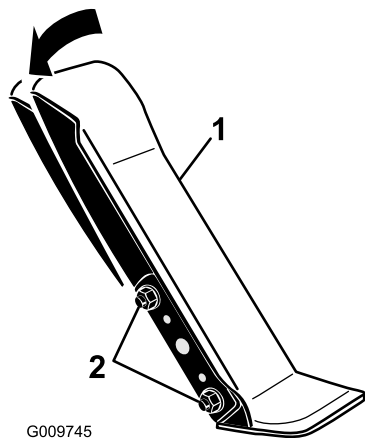

Bild 90
1. Lösen Sie die zwei Muttern und Schrauben, mit denen die linke Seite des Fahrpedals an der Halterung befestigt ist (Bild 90).
2. Drehen Sie das Pedal auf den gewünschten Winkel und ziehen Sie die Muttern an (Bild 90).